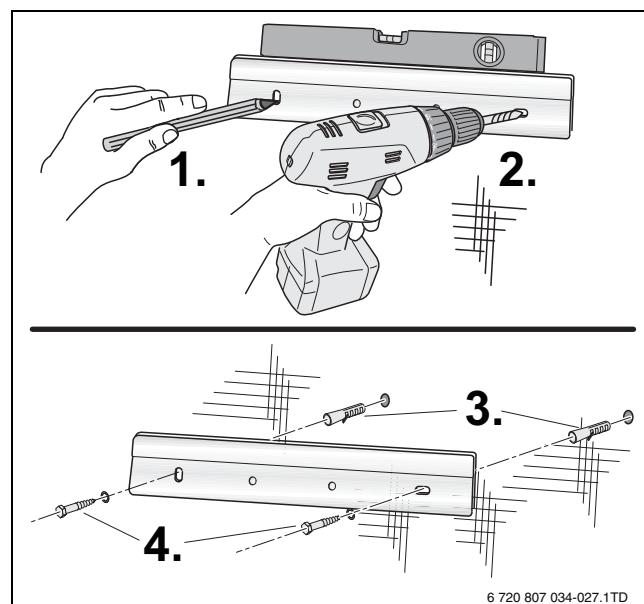

Fig. 10 Instalarea pe perete a şinei de suspendare
- Marcați orificiile cu ajutorul şinei de suspendare livrate (→ fig 10).